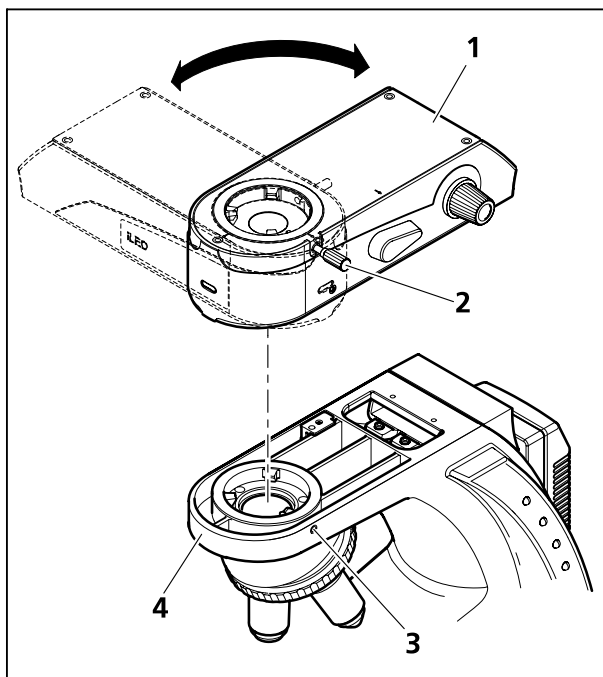

Рисунок 8 Насаживание осветителя отражённого света
- Вставить осветитель отражённого света (Рисунок 8/1) с кольцевой направляющей типа ласточкина хвоста в положении, повернутом на 90° и слегка наклонённом относительно штатива (Рисунок 8/4).
- Поставить осветитель отражённого света горизонтально (Рисунок 8/1), повернуть его вместе с кольцевой направляющей типа ласточкина хвоста по часовой стрелке, выставить его по наружным краям штатива а затянуть с помощью резьбового штифта (Рисунок 8/3).
- Насадить тубус и затянуть зажимный винт (Рисунок 8/2), смотри раздел 3.5.1.